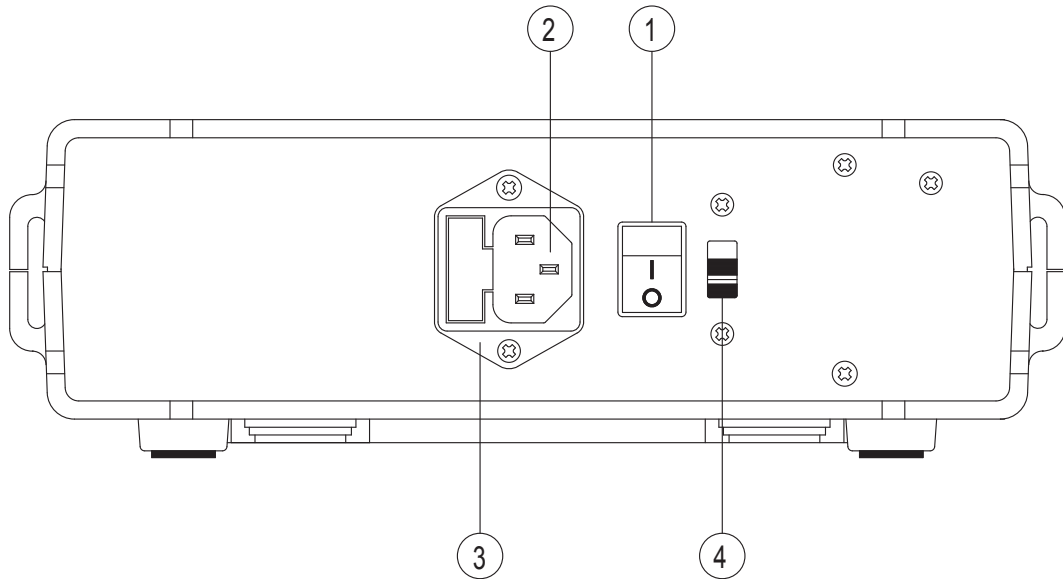

Figure 2. Bedienelemente und steckverbinder
Die Position der Bedienelemente und Anschlüsse auf der Rückseite des Geräts sehen Sie in **Abbildung 2**.
2. Siehe Abbildung 2. Suchen Sie den Netzsicherungshalter an der Rückseite des Messgeräts.